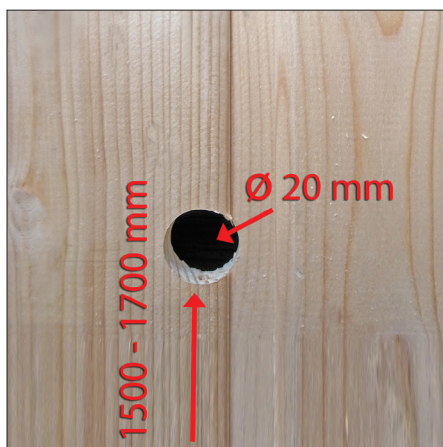

fig. 1
- I. A un'altezza di circa 1500 – 1700 mm, praticare un foro di 20 mm di diametro nel punto in cui viene posizionata la canaletta (fig. 1).